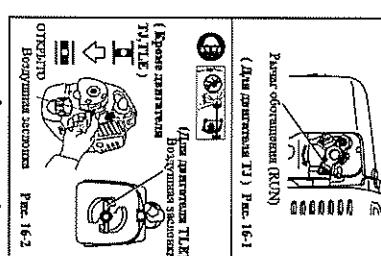

Рис. 16-2
5. После запуска проверьте состояние двигателя и медленно переведите ручку газа в положение низких оборотов (знак ). Если сиденье руля легкомысленно движется неожиданно, переведите ручку газа в положение стартера (Рис. 16-2)